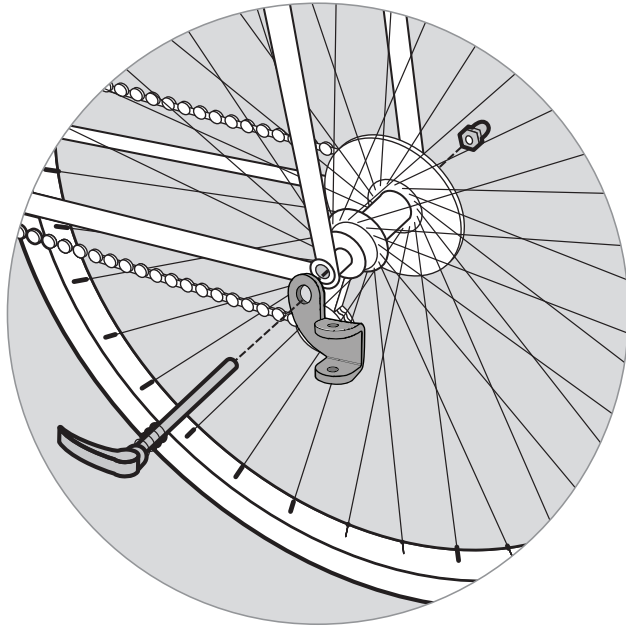

Figure 9
1. Installing the hitch to your bike: Remove quick-release or nut from the left side of bike's rear wheel axle. Install hitch between quick-release or nut and frame (Figure 9). Tighten the quick-release or nut following manufacturer's recommendation. The hitch can remain on the bike when trailer is removed.
1. Installation de l'attelage sur votre vélo : Retirez le levier de blocage rapide ou l'écrou du côté gauche de l'axe de la roue arrière du vélo. Installez l'attelage entre le levier de blocage rapide ou l'écrou et le cadre (Figure 9). Serrez le levier de blocage rapide ou l'écrou en suivant les recommandations du fabricant. L'attelage peut rester sur le vélo lorsque la remorque n'est pas accrochée.
1. Montage der Anhängerkupplung an Ihrem Fahrrad: Entfernen Sie den Schnellverschluss oder die Mutter von der linken Seite der hinteren Radachse des Fahrrads. Montieren Sie die Anhängerkupplung zwischen dem Schnellverschluss oder der Mutter und dem Rahmen (Abbildung 9). Ziehen Sie den Schnellverschluss oder die Mutter gemäß den Empfehlungen des Herstellers fest. Die Anhängerkupplung kann am Fahrrad verbleiben, wenn der Anhänger entfernt wurde.